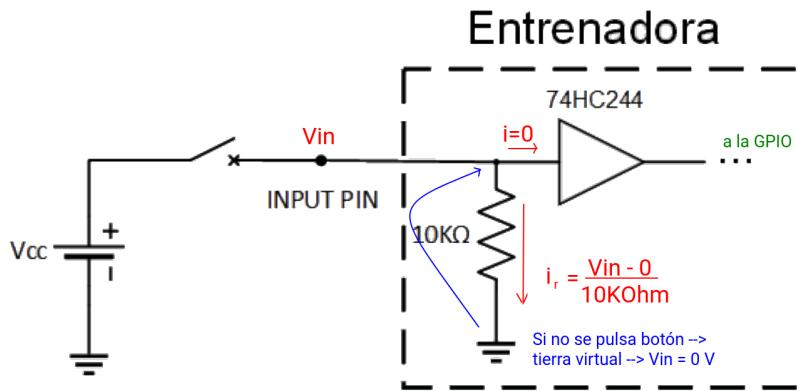

Figura 5.5: Resistencia de *pull-down* a la entrada de la entrenadora.
- **Los valores** de los *pines de entrada* (los de las filas), **no pueden ser asignados**, pero como buenos *telecos* que somos 😊, sabemos que si dejamos **un pin** (que es un *cable*) **al aire, hará de antena**, por lo que estaríamos leyendo ruido electromagnético acoplado. Es por ello que se usan las resistencias de *pull-up* y *pull-down* para fijar valores conocidos ante la falta de un estímulo. En la Figura 5.5 se muestra la configuración que hay en el laboratorio. Observe que, a falta de excitación, la *tierra virtual* fuerza 0V en la GPIO. En este caso **tenemos una resistencia de *pull-down***, pero podríamos tener una de *pull-up*; es por ello que **debemos especificar en qué flanco** (subida, bajada, indiferente) **vamos a leer la pulsación y qué rutina se ejecutará** cuando se interrumpa.